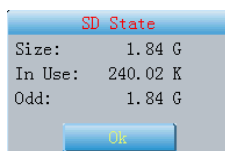

Fig. 7-4
2.  Haga clic en el icono para comprobar el estado de la tarjeta SD, como en la Fig.7-4.